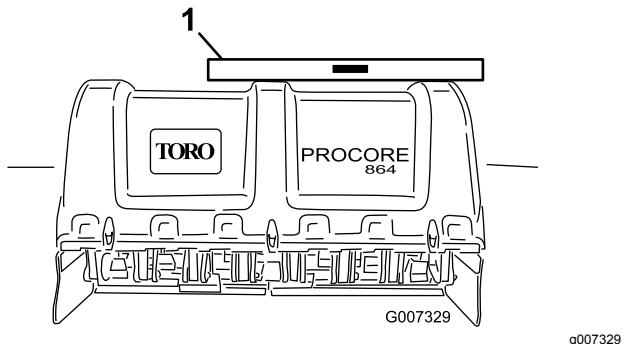

Figura 15
2. Coloque a régua de nível na parte superior da estrutura do arejador para verificar o nivelamento lateral (Figura 15).